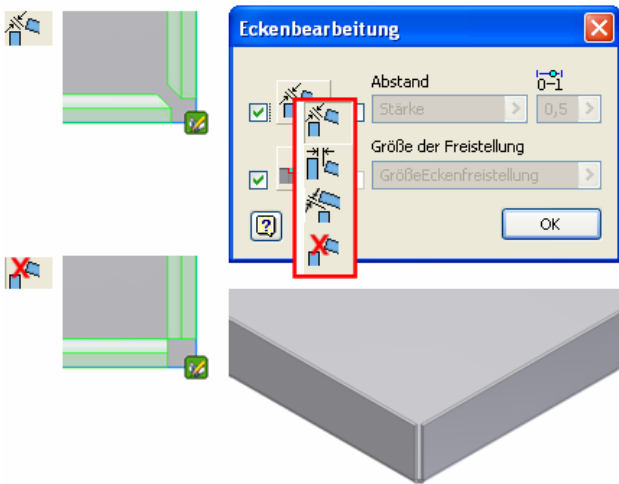

Bild 18: Ausprägung des Spalts zwischen zwei Laschen
- Symmetrischer Spalt („Lücke“) zwischen zwei Laschen, mit Angabe der Breite der Lücke (Bild 18)